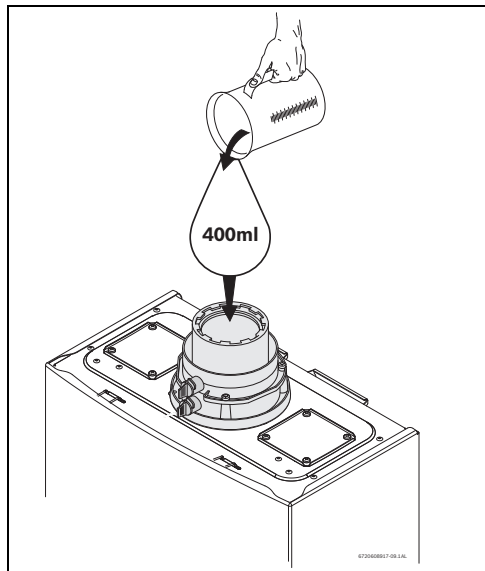

Рис. 32 Заполнение устройства для сбора конденсата при включении
- ▶ Заполните устройство для сбора конденсата, налив примерно 14 унций (400 мл) воды в дополнительное оборудование дымохода на верхней части прибора, см Рис. 32.